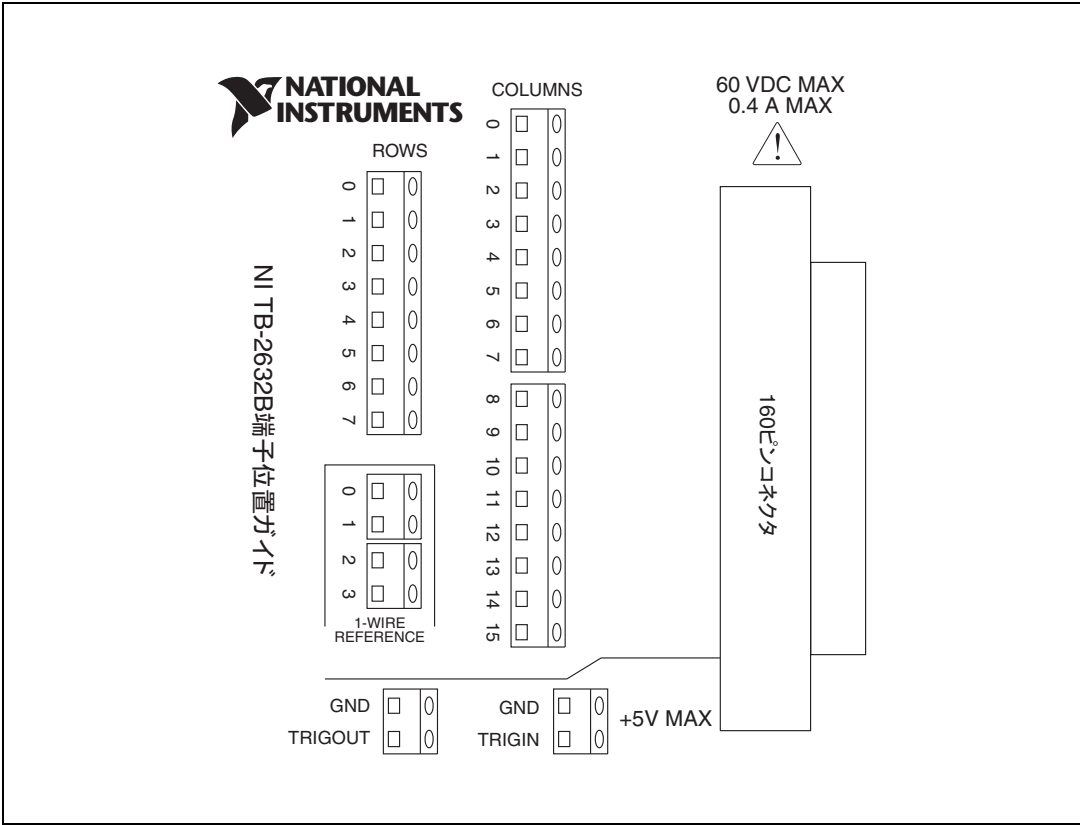

図 2 NI TB-2632B 端子位置
6. ケーブルの裸線を端子に差し込んで接続します。各端子に付いているネジを締めてワイヤを固定します。信号の接続については、図 2 に示されている接続ダイアグラムを参照してください。